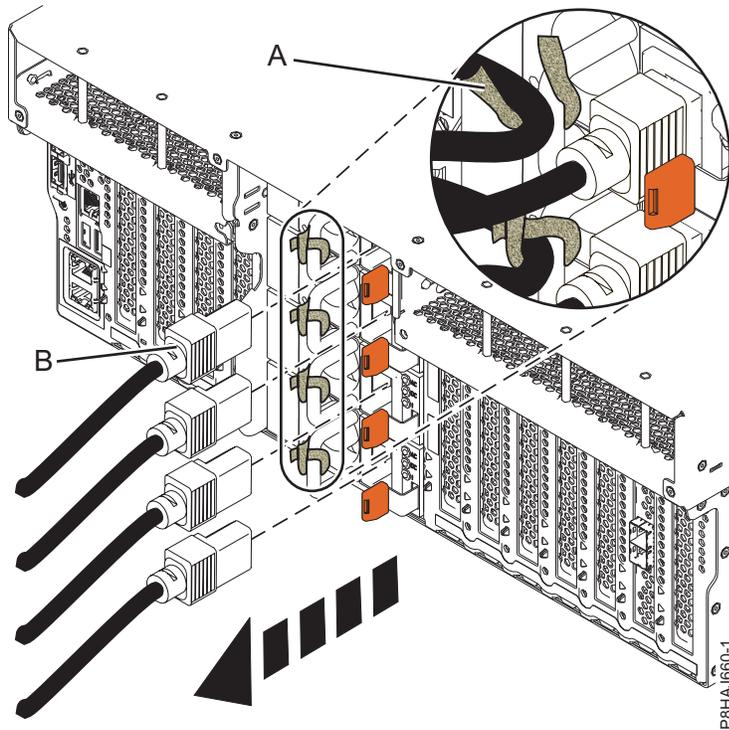
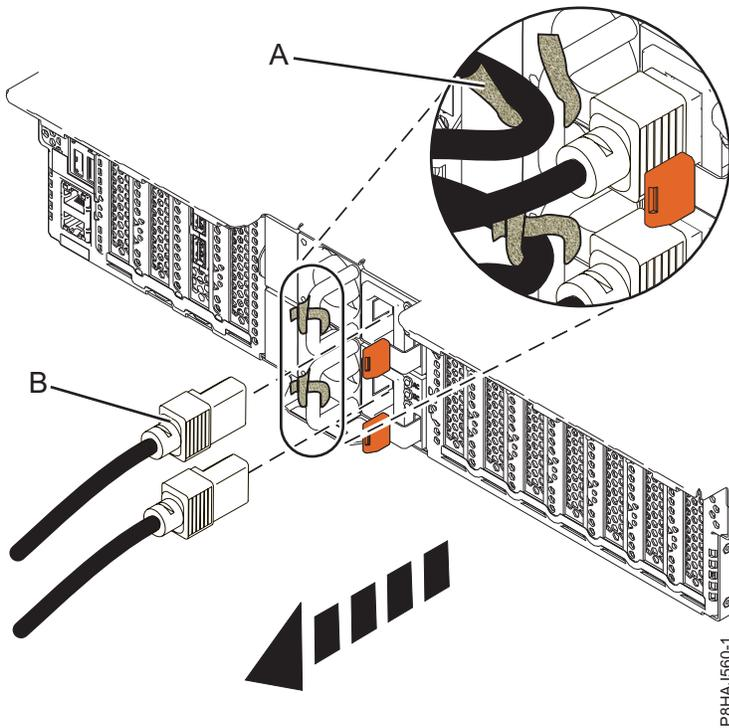
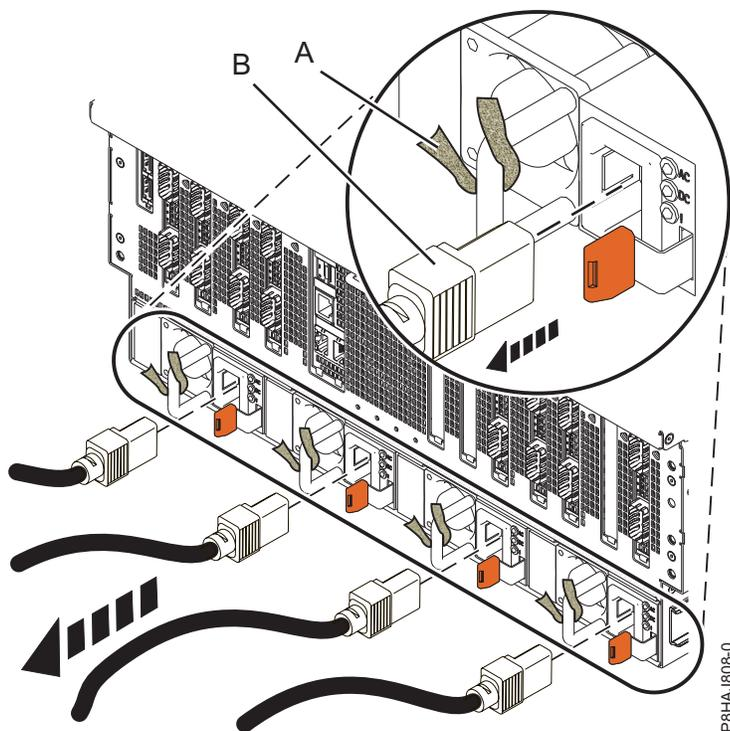

Figura 28. Removendo os cabos de energia de um sistema 8247-42L, 8286-41A ou 8286-42A
Figura 29. Removendo os cabos de energia de um sistema 5148-21L, 5148-22L, 8247-21L, 8247-22L, 8284-21A ou 8284-22A
Figura 30. Removendo os cabos de energia de um sistema 8408-44E ou 8408-E8E
3. Desconecte os cabos de energia **(B)** da unidade de sistema. Consulte Figura 28 na página 43, Figura 29 na página 43 ou Figura 30 na página 44, dependendo do tipo do seu sistema.